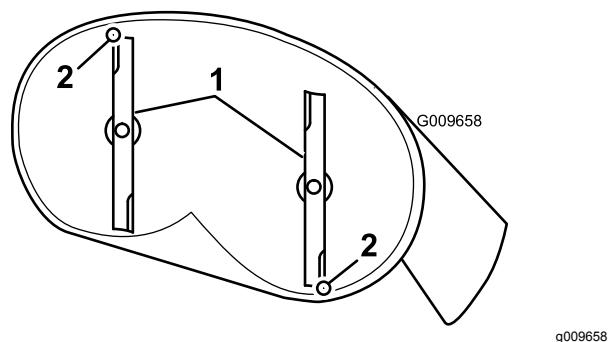

Figure 51
4. Faites pivoter les lames avec précaution pour faire passer les pointes avant à l'arrière (Figure 51).
| 1. Lames dans le sens longitudinal | 5. Mesurez la distance entre la pointe de la lame avant et la pointe de la lame arrière par rapport à la surface plane (Figure 51). |
- Une fois le réglage effectué, vérifiez à nouveau l'inclinaison avant/arrière des lames; continuez d'ajuster l'écrou jusqu'à ce que la pointe avant de la lame soit de 1,6 à 8 mm (1/16 à 5/16 po) plus bas de la pointe arrière (Figure 51).